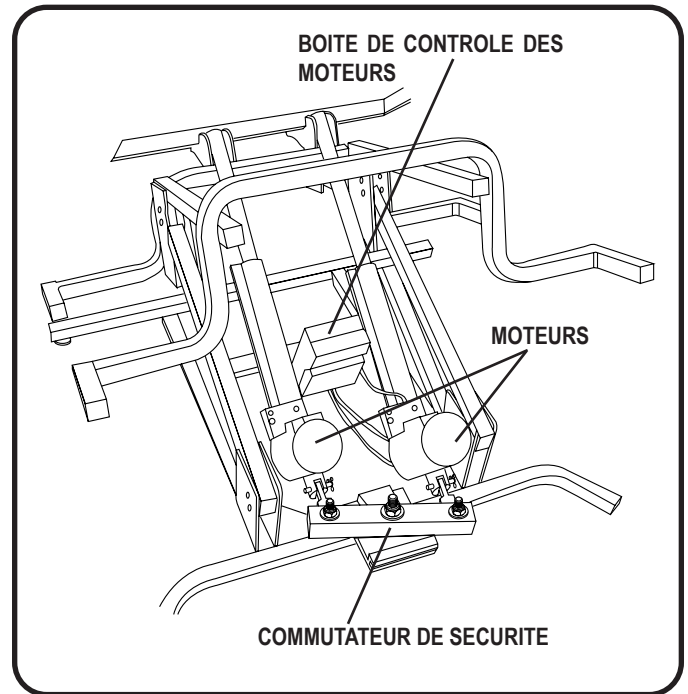

Figure 6.1 Moteur dérégulé
1. Pesez sur le bouton de la manette dans un sens ou dans l'autre. Si le fauteuil refuse de fonctionner, vérifiez l'état du commutateur de sécurité à pression pour voir si il a été activé. Un moteur dérégulé montrera un extension plus longue que la normale et un commutateur de sécurité enfoncé. (Fig. 6.1).